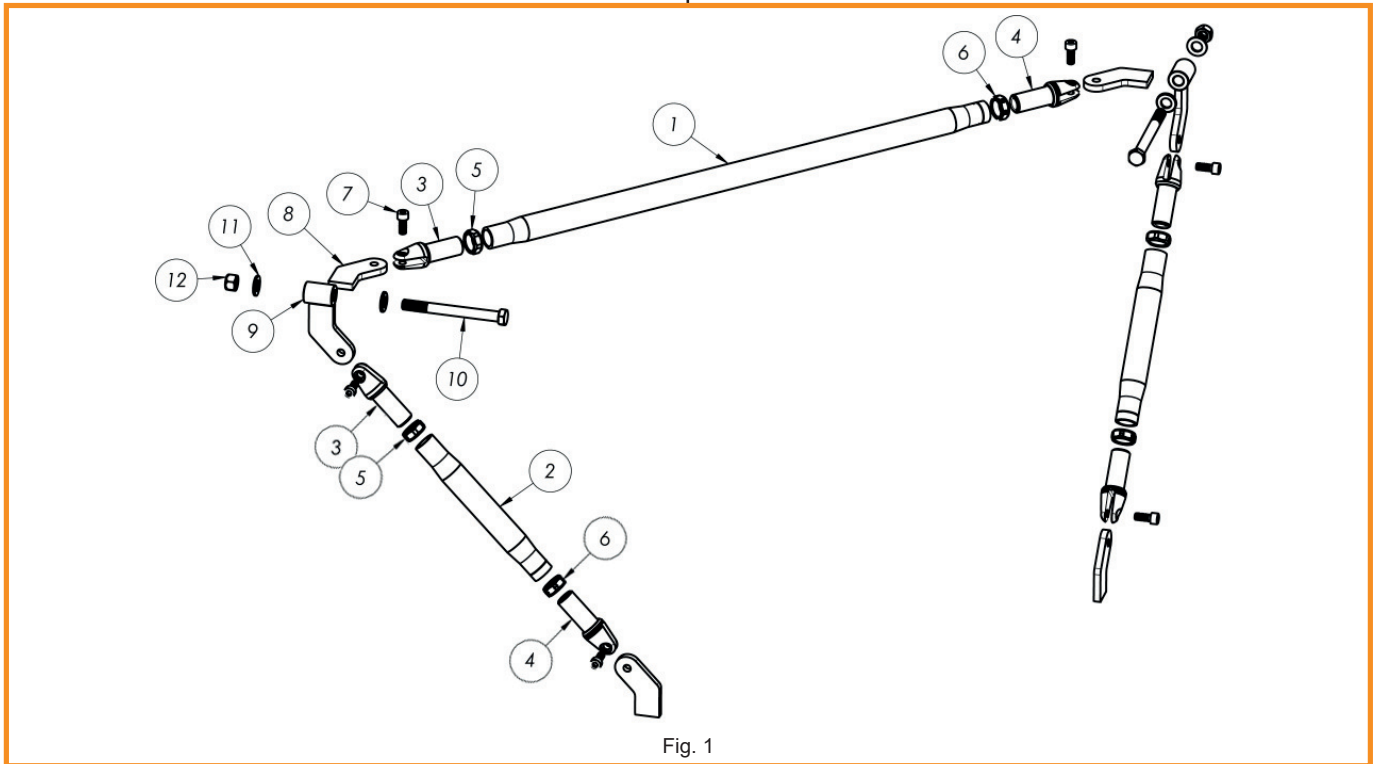

Fig. 1
- Remove the stock upper shock bolt and install the supplied M12x120 hex screws (Pos:6, Fig.1).
- Slip the steel spacer (Pos:7, Fig1) to the hex screw. Use a standart M12 hex nut /not supplied) to hold it in place.
**WARNING:** Do not use the supplied safety nuts (Pos:5, Fig.1) yet as those are used for the final assembly.
- Entfernen Sie den oberen Befestigungsbolzen der hinteren Stoßdämpfer und ersetzen ihn durch den Bolzen (Pos: 6, Fig.1).
- Schieben Sie die Stahlhülse (Pos: 7, Fig.1) über den Bolzen und sichern ihn mit einer normalen, passenden Mutter.
**WICHTIG:** Nicht mit der selbstsichernden Mutter (Pos: 5, Fig.1) sichern, da diese nur für die endgültige Montage verwendet wird.
- Install two weld-on brackets (Pos:3, Fig.1) to the clevis ends of the long top bar (Pos:1, Fig1) using the M8x20 allen-head screws (Pos:4, Fig.1).
- Montieren Sie an die Gabelköpfe der langen Strebe (Pos: 1, Fig.1) jeweils einen Anschweißhalter (Pos:3, Fig.1) mit einer Schraube (Pos: 4, Fig.1).